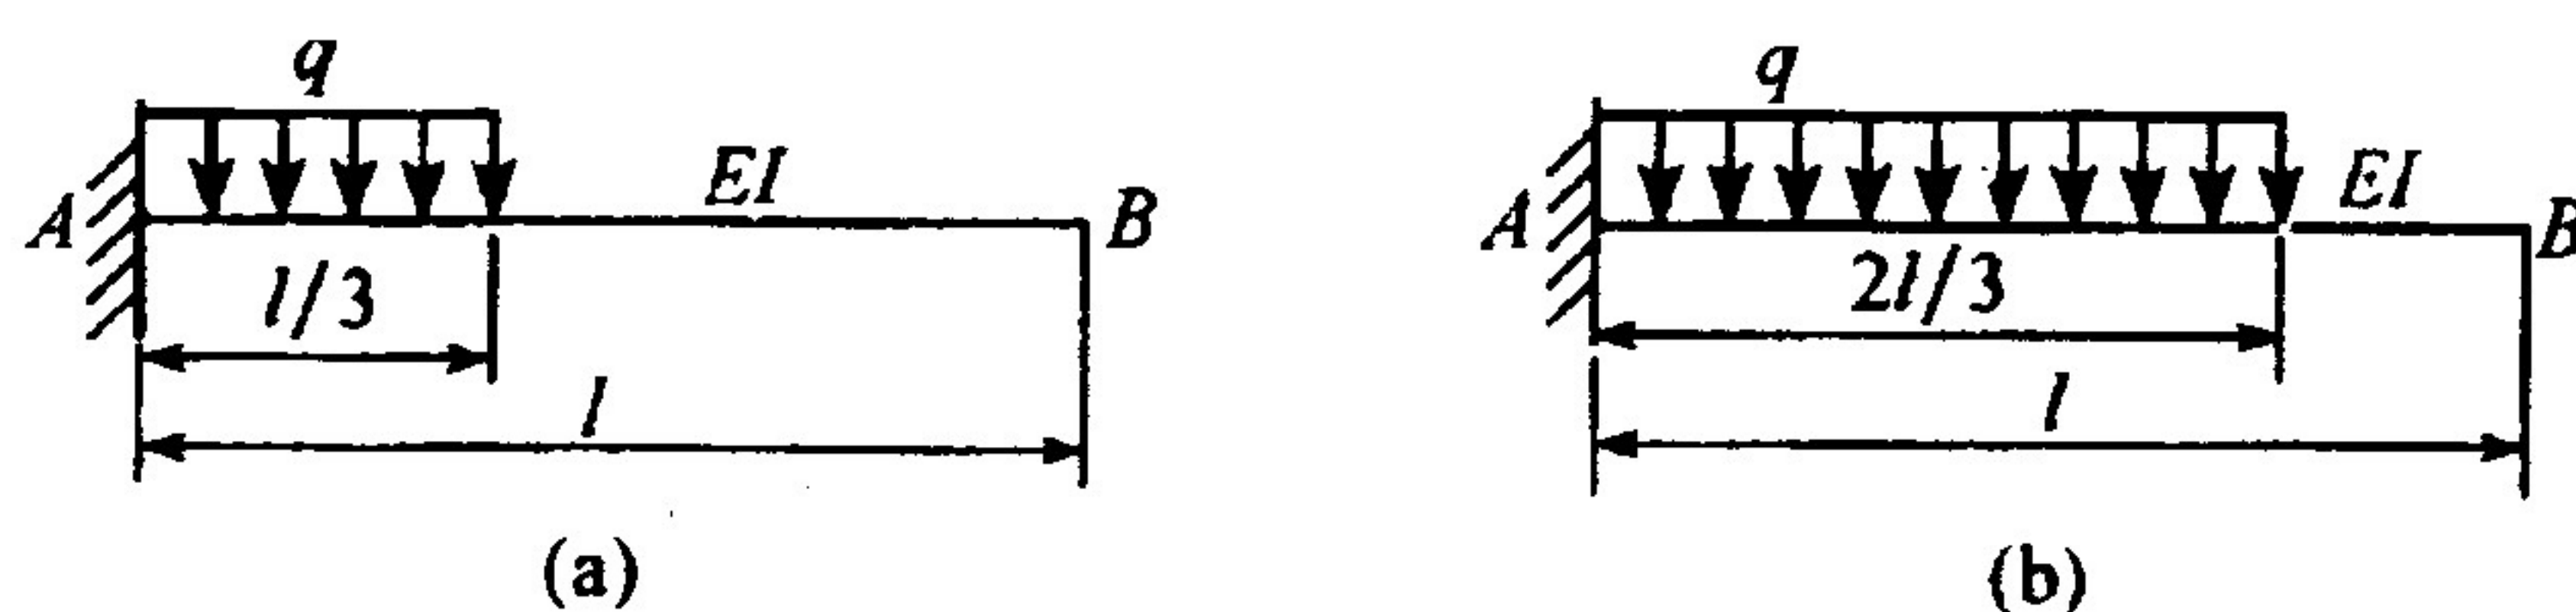

图 7.5
7. 两根悬臂梁的抗弯截面刚度相同。在图 7.5 所示荷载作用下,设梁(a)、(b)在自由端 B 的转角分别是  $\theta_{B1}$ 、 $\theta_{B2}$ , 则  $\theta_{B2}/\theta_{B1} = ( )$